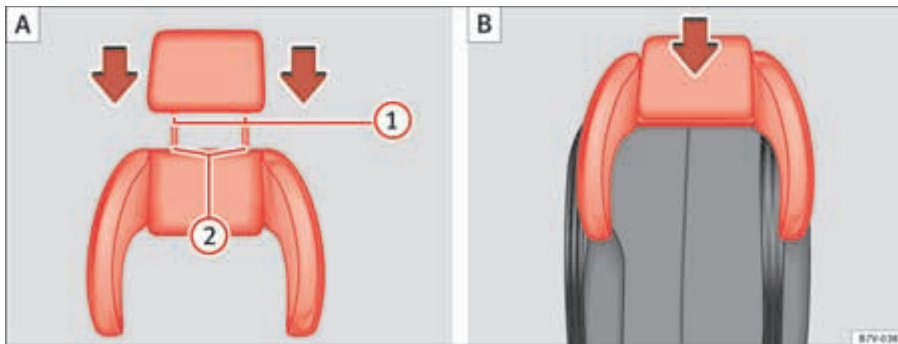

Abb. 30 Integrierter Kindersitz: Kopfstütze auf die seitliche Kopfstütze aufstecken (A) und einbauen (B).
- Führungsstangen ⇒ Seite 51, Abb. 30 **1** der Kopfstütze von oben durch die Öffnungen in der seitlichen Kopfstütze ⇒ Seite 51, Abb. 30 **2** stecken.
- Kopfstütze zusammen mit der seitlichen Kopfstütze in die Führungen der entsprechenden Sitzlehne stecken ⇒ Seite 51, Abb. 30 **B**.